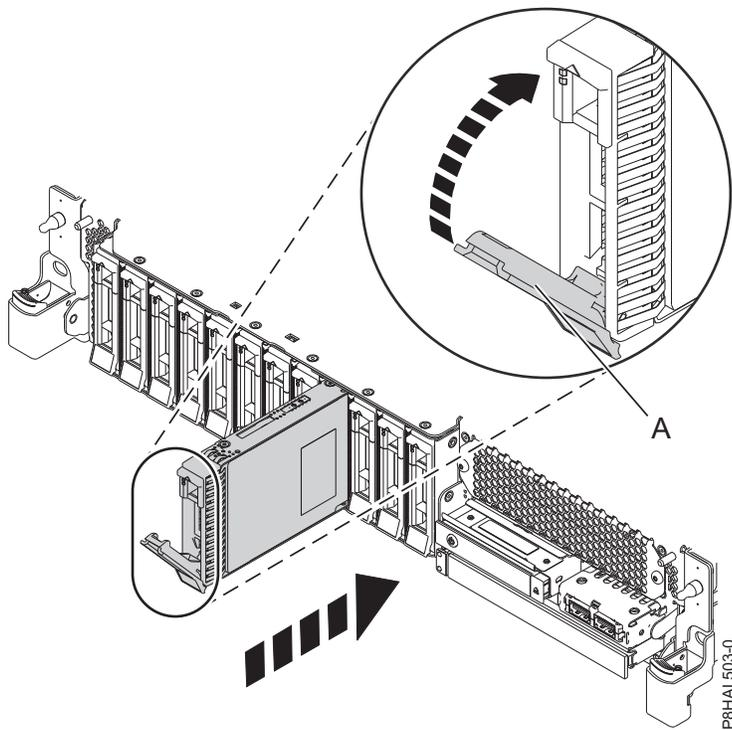
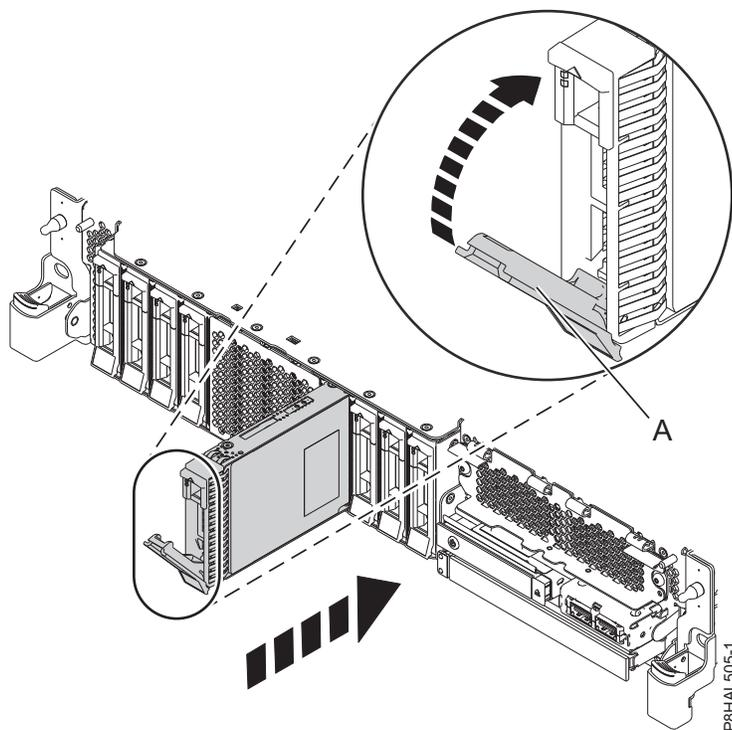

Figura 32. Instalar uma unidade de disco num sistema de função base
Figura 33. Instalar uma unidade de disco num sistema de função expandida
4. Desbloqueie a pega do compartimento de unidade (A) apertando-a e puxando-a para fora. Se a pega não estiver completamente fora, a unidade não deslizará para dentro do sistema. Consulte a Figura 32 na página 36 e a Figura 33 na página 36.
8. Quando o LED identificador pisca para a ranhura seleccionada, faça deslizar a unidade completamente para a ranhura empurre a pega do compartimento de unidade (A) até bloquear, como mostrado na Figura 32 na página 36 e a Figura 33 na página 36.